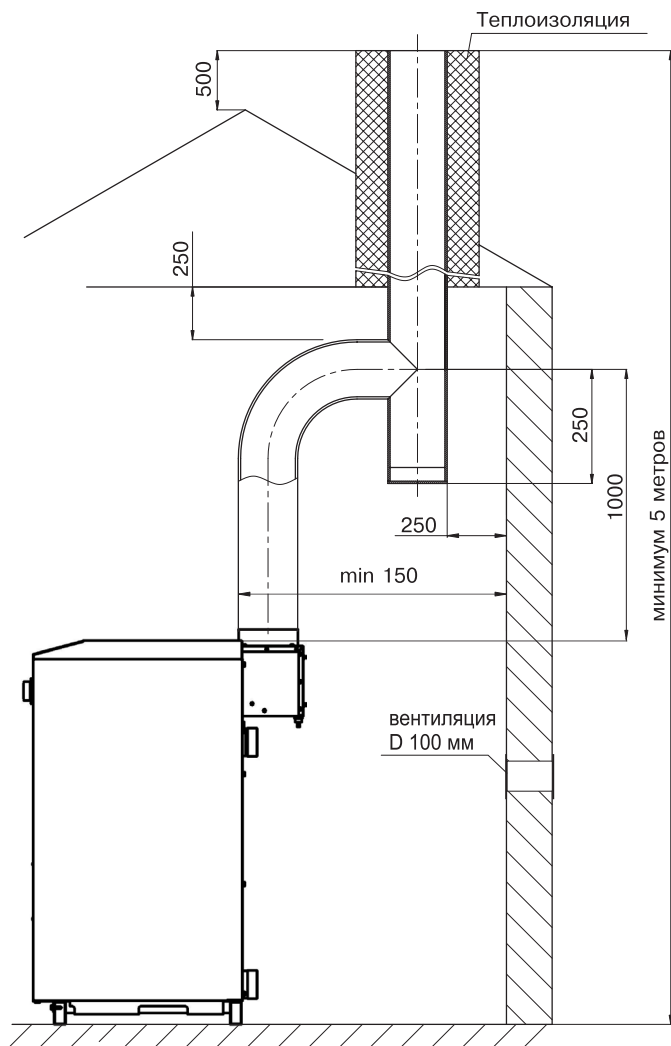

Рис. 4.
- 6.9. Устройство дымохода, к которому подключается аппарат отопительный, должно соответствовать СП42-101-2003 «Общие положения по проектированию и строительству газораспределительных систем» (см. рис. 4).